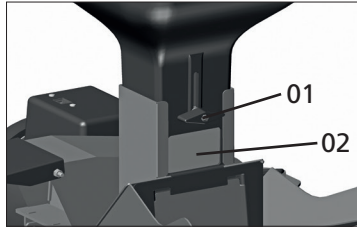

Fig. 12
Ponga el producto seco en el embudo de granos, de donde se enviará para procesarse, siendo que el producto final sale por la parte inferior del triturador. Afloje la mariposa (1), [Fig. 12, pág. 37], ubicada en el lateral del embudo. Con el regulador flojo (2), [Fig. 12, pág. 37], haga el regulado desplazándolo hacia arriba si precisa una abertura más grande, o hacia abajo, si precisa una abertura más chica. Después del ajuste, apriete la mariposa (1), [Fig. 12, pág. 37].